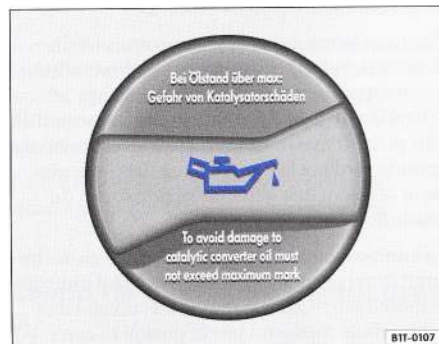

Fig. 14 În compartimentul motorului: Imagine de referință a capacului gurii de umplere cu ulei.
- Deșurubați capacul gurii de umplere ⇒ fig. 14.